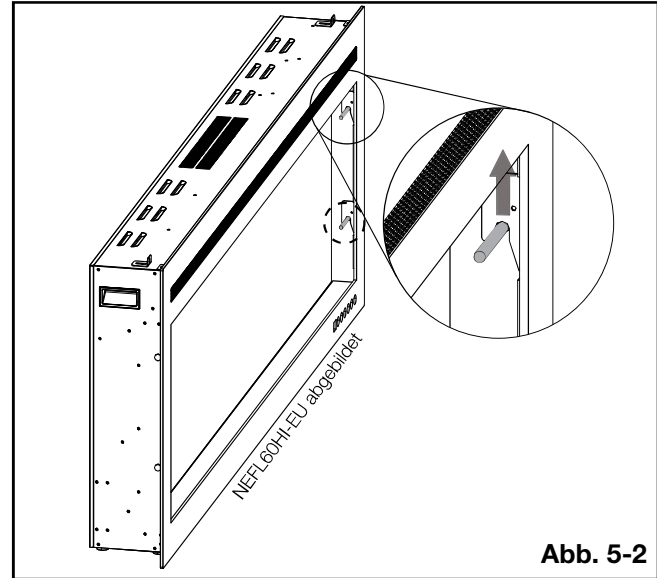

Abb. 5-2
- B. Heben Sie die Glasscheibe vorsichtig nach oben und weg vom Gerät (**Abb. 5-2 und 5-3**). Legen Sie sie mit der Vorderseite auf eine weiche, nicht scheuernde Oberfläche.